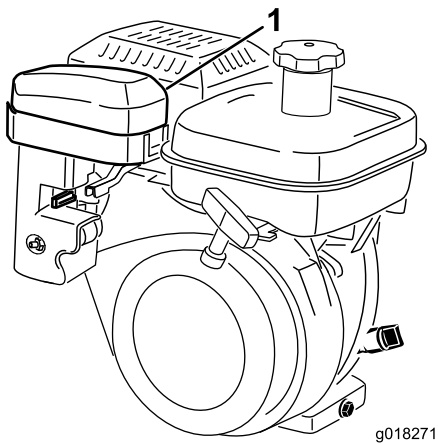
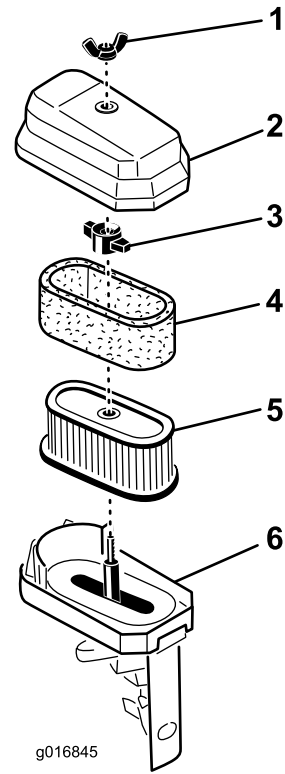

图32
图33
3. 彻底清洁滤清器盖 (图32 和 图33)。
4. 如果泡沫滤芯变脏、请将其从纸质滤芯中取出（图33）。彻底清洁泡沫滤芯。